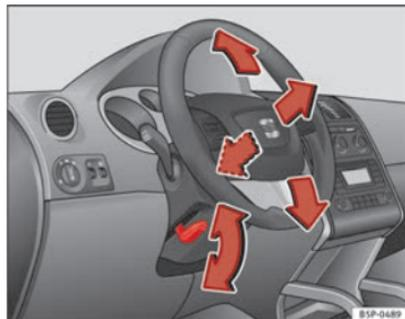

Fig. 137 Regolazione della posizione del volante
- Abbassare la leva ⇒ fig. 137 che si trova sotto il piantone dello sterzo ⇒ ⚠.